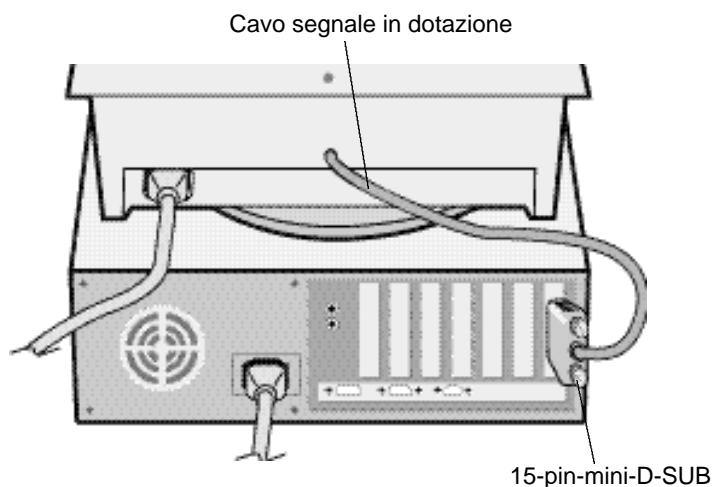

Figura A.1
- 3 **Per PC:** Connettere il connettore 15-pin-mini-D-SUB al connettore della scheda video del Vostro sistema (Figura A.1). Avvitare bene tutte le viti.